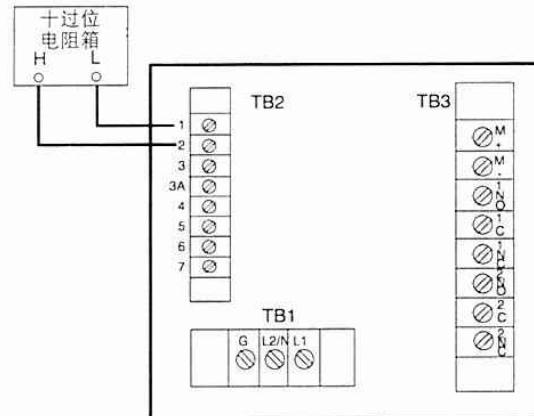

图 20 十进位电阻箱连接
1. 如图 20, 把 100Ω 精密电阻连接至端子 1 和 2。
9. 按图 20 把 150Ω 精密电阻替代 100Ω 精密电阻。
12. 参考图 20, 用 200Ω 精密电阻替代 150Ω 精密电阻。